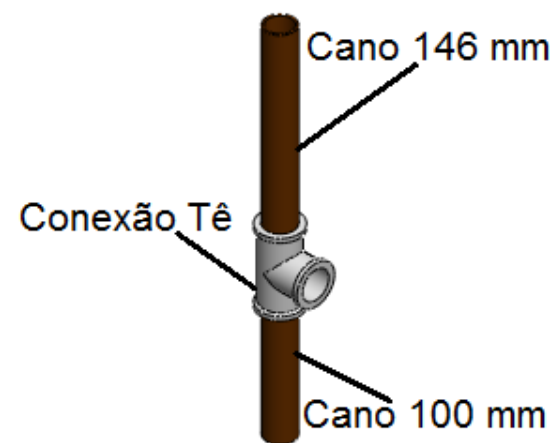

Figura 13. Passo 10 - Esquema de Montagem
-Passo 10: Junte um cano de 100 mm com um Tê, e em seguida um cano de 146 mm, como mostrado na figura 13 (2 unidades);